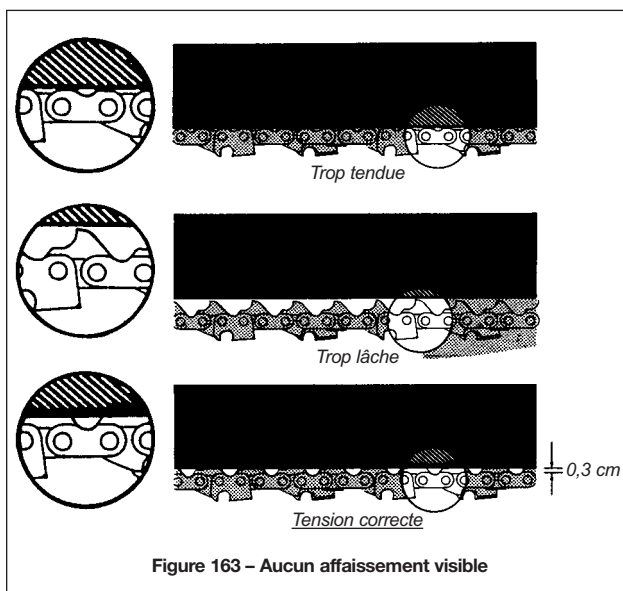

Figure 163 – Aucun affaissement visible
- En règle générale, la chaîne doit s'acheminer librement le long du guide sans affaissement visible sous le guide (figure 163).